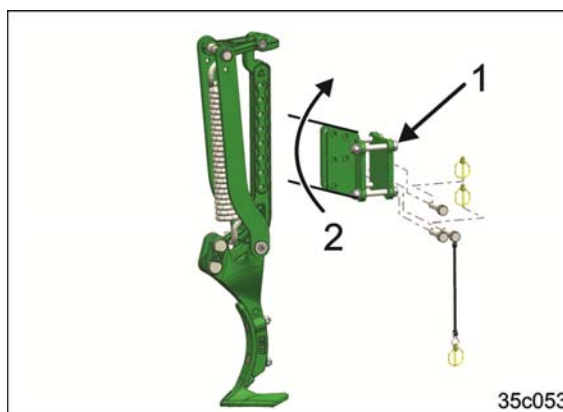

Fig. 127
5. Îndepărtați șuruburile de fixare ale prinderii afănătorului de urmă roată tractor (Fig. 127/1).
6. Rotiți în sus dispozitivul de prindere a afănătorului de urmă roată tractor (Fig. 127/2).
7. Montați și strângeți șuruburile de fixare ale dispozitivului de prindere a afănătorului urmei de roată tractor (Fig. 127/1).